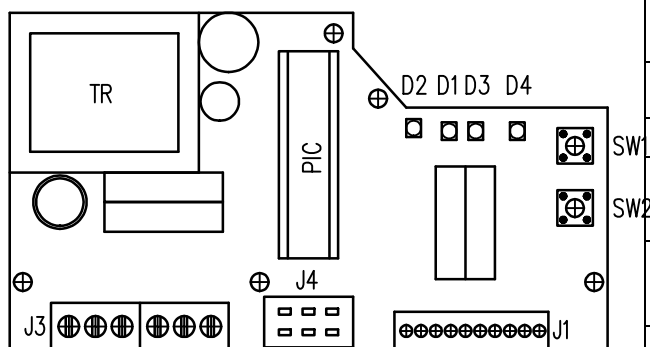

Рис.10
4.7 Настройка регулятора положения (рис.10)
Размещение устанавливаемых и сигнализирующих элементов на доске регулятора REGADA находится на рис.10: